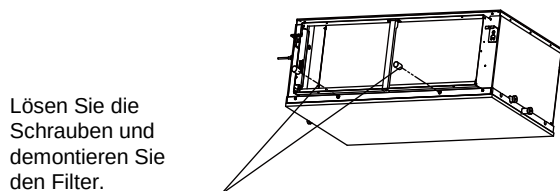

Abbildung 13.1
- Demontieren Sie den Luftfilter (siehe Abbildung 13.1).